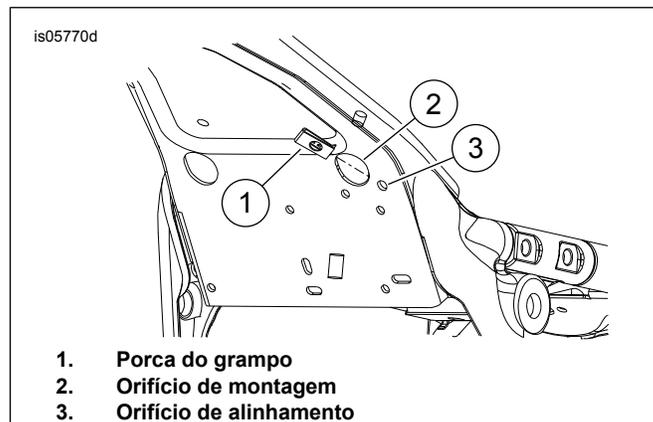

Figura 4. Instalar a Porca do Grampo
1. Ver Figura 4 . Instale a porca do grampo (1) no orifício de montagem (2).
2. Alinhe o grampo com o orifício de alinhamento (3).